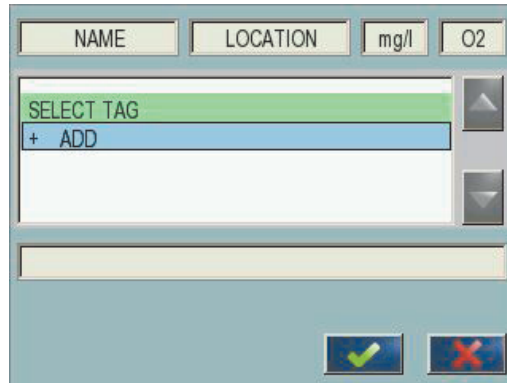

Рисунок 49 Главное меню редактора формул
2. Появится главное меню редактора формулы (Рисунок 49). Нажмите на текстовые поля для редактирования имени, местоположения, устройства, параметров и формулы.